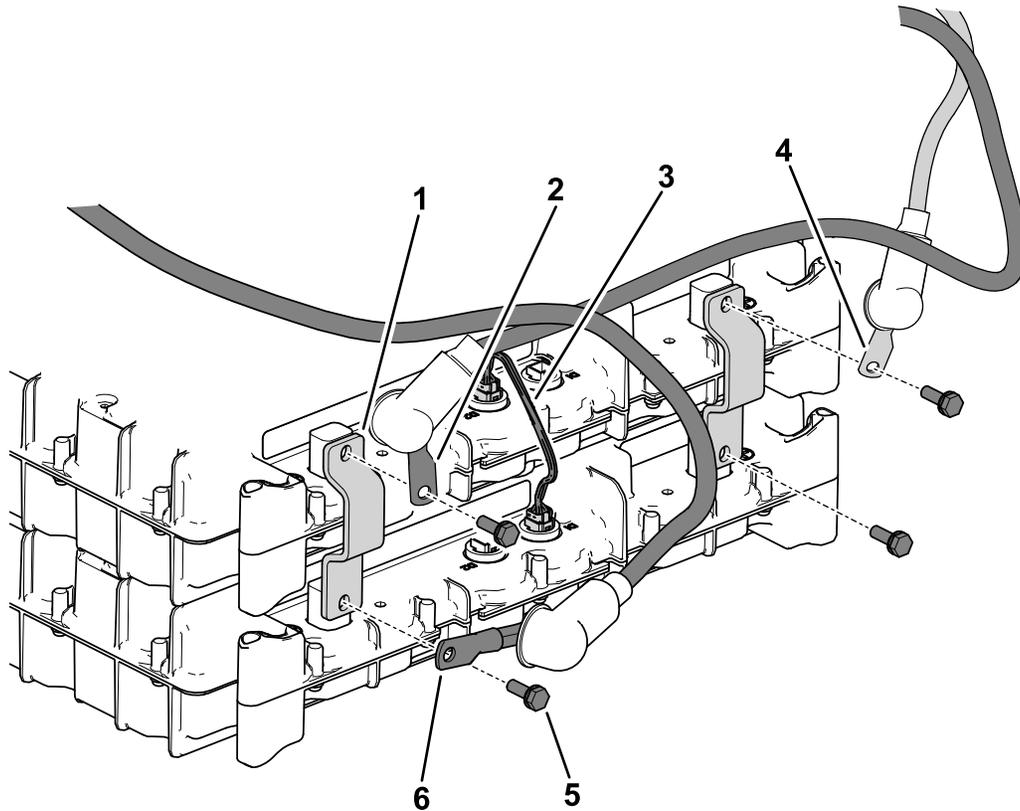

Bild 25
1. Verwenden Sie 4 Schrauben ($\frac{1}{4} \times \frac{3}{4}$ "), um die folgenden Gegenstände an den Akkuklemmen zu befestigen (Bild 25):
2. Montieren Sie einen Datenschnittstellenkabelbaum (19 cm oder $7\frac{1}{2}$ ") an die Akkuanschlüsse, wie gezeigt in Bild 25.